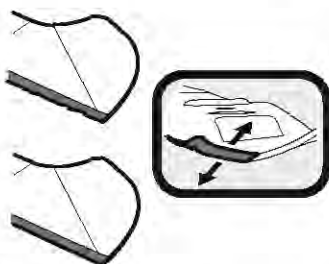

Figura 52
1. Para afilar las cuchillas de corte de forma adecuada, extraiga cantidades iguales de metal de ambos extremos de las cuchillas a lo largo de los bordes cortantes, de forma paralela al borde de caída, a un ángulo de 25° a 30°. Afile siempre cada borde de las cuchillas de corte de forma pareja para mantener un centrado adecuado entre las mismas. Consulte la Figura 52.